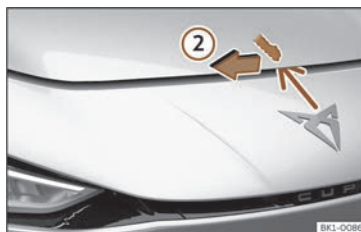

Fig. 190 Panca baixo o capó.
- Para levantar o capó faga presión cara a esquerda coa palma da man cara abaixo na panca situada debaixo do capó, no centro >>> **fig. 190 ②**. Os ganchos de suxeición quedan desbloqueados.